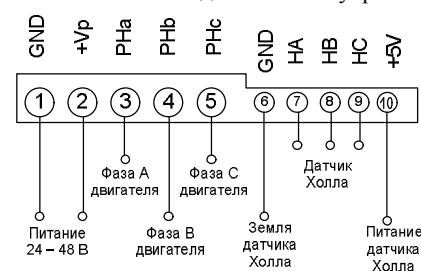
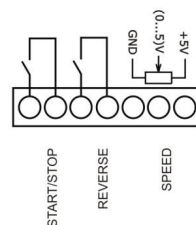

Рис. 2. Схема подключения
Рис. 3. Управляющие сигналы
Схема подключения на Рис. 2
Схемы подключения и управляющие сигналы представлены на рис. 2 и рис. 3
1. Выполните соединение устройства с двигателем – в соответствии со схемой подключения на Рис. 2. Фазы двигателя подключаются к входам 3-5 «PHa», «PHb», «PHc». Выходы датчиков Холла двигателя подключаются к входам 7-9 «Ha», «Hb», «Hc». Земля датчика Холла подключается ко входу 6 «GND», а питание датчиков Холла ко входу 10 «+5V».
2. Подключите внешние цепи управления – в соответствии со схемой подключения на Рис. 3: